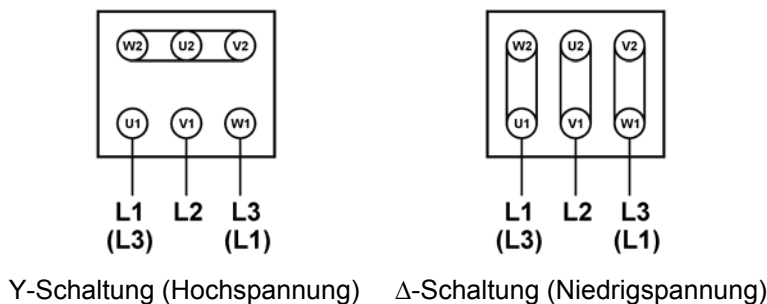
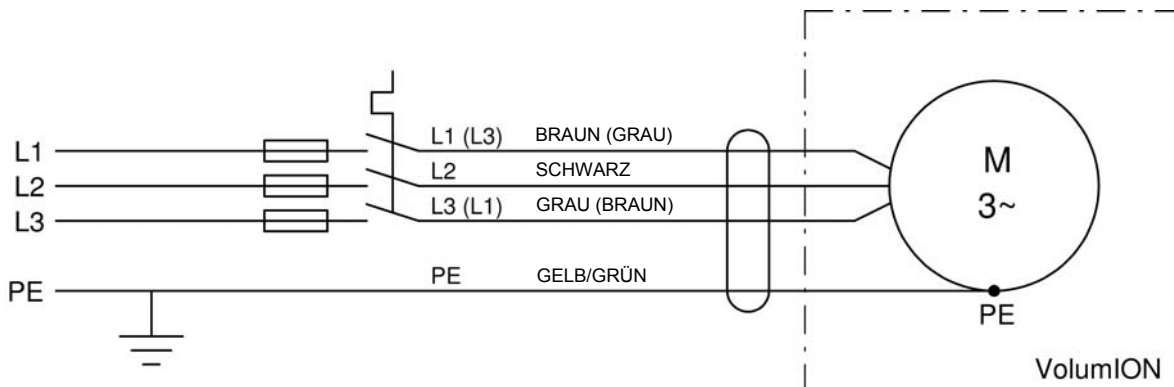

Abbildung 3: Netzkabelanschluss am Klemmenkasten des Motors
Abbildung 4: Anschlussschema VolumION
- Der Motor wird standardmäßig so geliefert, dass er im Stern an 400 V (3 x 230 V) angeschlossen werden kann. Bei Nutzung mit niedrigerer Spannung muss die Konfiguration des Klemmenkastens am Motor von Stern nach Dreieck angepasst werden, wie in Abbildung 3 dargestellt.
- Drehrichtung entgegengesetzt zur Pfeilrichtung: Vertauschen Sie zwei Phasen (L1 und L3) des Netzanschlusses (Abbildung 4) oder im Klemmenkasten am Motor (Abbildung 3).
Befolgen Sie beim eventuellen Verkürzen des (blauen) Hochspannungskabels die Anleitung in Abbildung 4.